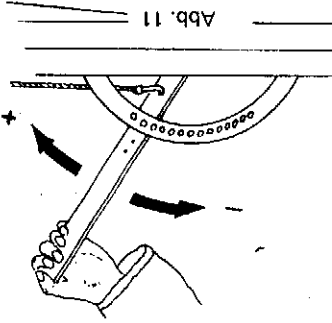

Abb. 11
32. Vorschubhebel (Abb. 11) für Strömungenregulierung nur bei eingeschalteter Zapfwelle betätigen!
- 32) The lever (Fig. 11) regulating the rate of manure feed is to be operated only when p.t.o. is engaged.
32. Ne manœuvrer le levier de l'avance (fig. 11) pour le réglage du débit que lorsque la prise de force est engagée.